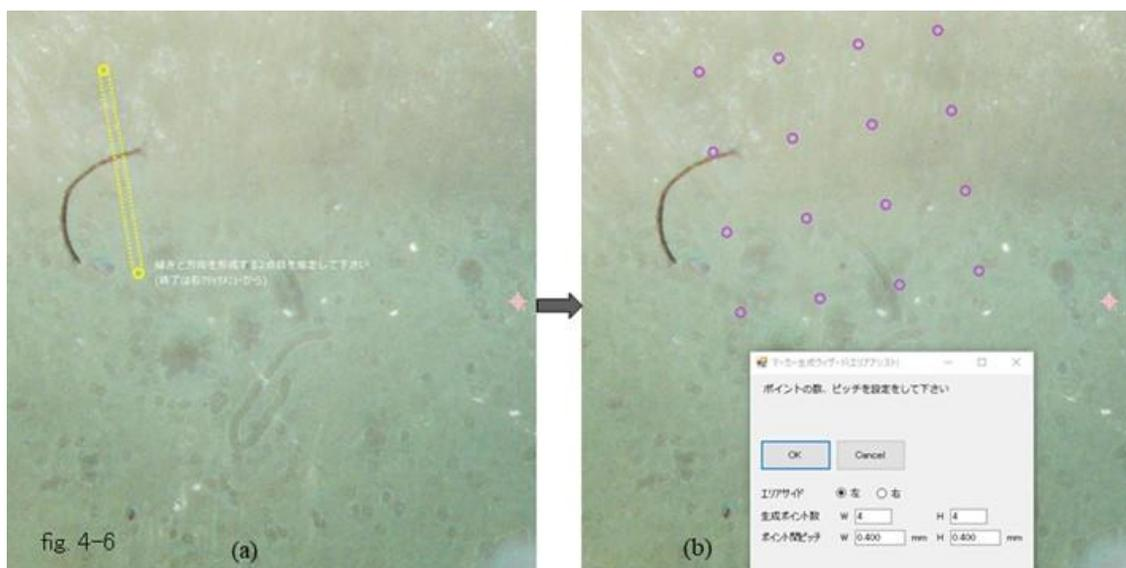

図 4-6
- ① 上部タブで矢印次いで line タブをクリックする。
- ② 採取をしたい line 状にマウスを合わせて左クリックをし、第 1 の位置マーカを表示する。
- ③ 第 1 のマーカを起点として望みのライン上に第 2 の位置マーカを表示する。
- ④ 採取ポイント数および採取間隔の指定ウィンドーが表示される。採取ポイントおよび間隔を打ち込む
- ⑤ OK ボタンを押す。
- ⑥ 採取位置をずらしたいときには、ずらしたい位置マーカを左クリックして黄色表示にしてから望みのところにドラッグする。
- ⑦ 以下、“sampling”タブを開き、“get”ボタンを押して座標を取り込み、“start”ボタンを押して採取・回収を行う。
- ① 上部タブで矢印ボタン、次いで area ボタンをクリックする。
- ② マウスを用いて第 1 位置マーカおよび第 2 位置マーカを決める。(図 4-6(a)) このラインおよびそれに直角なラインで決定されるマトリックスに沿って採取が行われる。
- ③ マトリックスの縦および横の間隔、採取部位の数を指定するウィンドーが現れるのでこれらを指定する。(図 4-6(b))
- ④ “sampling”タブを開いて“get”ボタンを押し、採取部位の座標を取り込み、採取をする(前述の line の場合と同じ)。